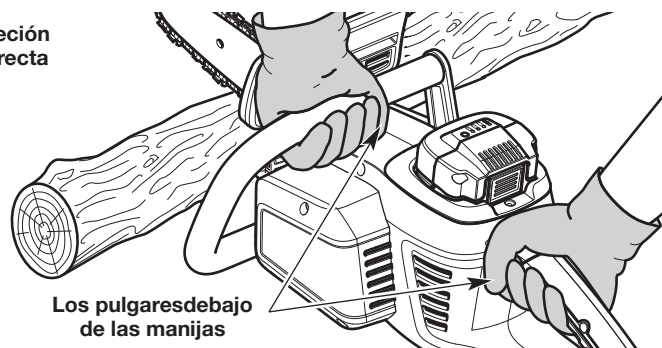
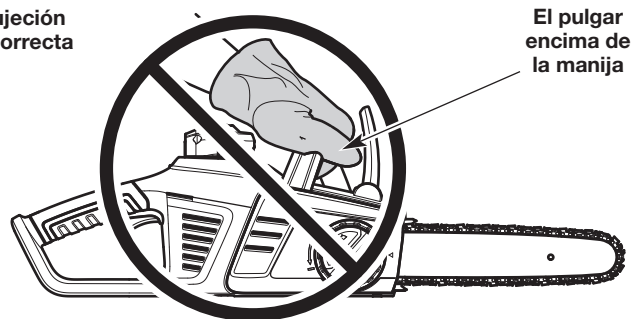

Fig. 18
Fig. 19
- Rodee las manijas firmemente con los pulgares y dedos (Fig. 18). Esto reducirá la posibilidad de perder el control de la unidad en caso de que se produzca un retroceso. Cualquier toma colocando los pulgares y dedos del mismo lado de las manijas es peligrosa (Fig. 19).